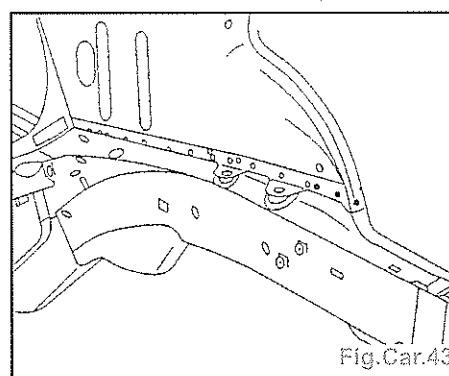

Fig.Car.43
- Souder par points bouchons au MAG ou MIG (Fig.Car.43).